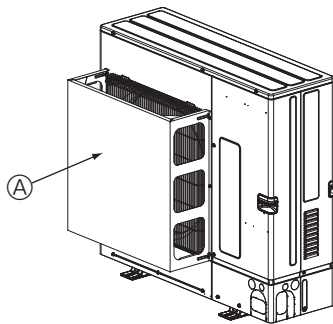

Fig. 2-5
- ② Zainstalować opcjonalną zabezpieczającą kierownicę powietrza w przypadku, gdy jednostka zewnętrzna jest zainstalowana w miejscu, w którym silny wiatr, np. tajfun, może bezpośrednio działać na wylot powietrza. (Fig. 2-5).